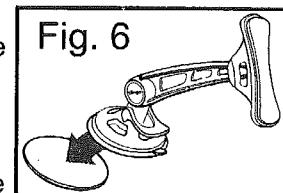

Fig. 6
2. Retirez le papier protecteur du disque adhésif et fixez fermement le disque adhésif sur le tableau de bord ou la console (Fig.6).
3. Placez la ventouse du socle (A) au milieu du disque ((Fig.6)). Tenez fermement le socle sur disque. Appuyez fermement la ventouse (A) contre le tableau de bord ou la console et poussez le levier vers la ventouse (A) pour verrouiller.